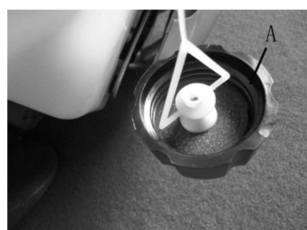

Fig.19
NOTE: Garder débouchée la mise à l'air (A) qui est sur le réservoir de carburant (Fig.19).